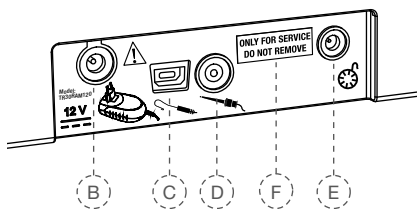

Fig. 3 Vedere din spate a racordurilor
Prin intermediul portului USB (fig. 3, F) se pot instala actualizări ale software-ului, respectiv se pot realiza lucrări de întreținere. Acest port servește exclusiv personalului de service autorizat și, la livrare, este acoperit cu eticheta "ONLY FOR SERVICE DO NOT REMOVE" (numai pentru service – nu îndepărtați). Eticheta trebuie îndepărtată numai de personalul de service.
3. Conectați cablul încărcătorului de rețea la priza de racordare (fig. 3, B) de pe partea din spate a aparatului.
8. Introduceți cablul întrerupătorului pedală în priza de racordare (fig. 3, E) de pe partea din spate a unității de comandă.
10. Conectați fișa cablului clemei labiale în priza de racordare (fig. 3, C) de pe partea din spate a unității de comandă.
12. Conectați fișa cablului clemei de ac în priza de racordare (fig. 3, D) de pe partea din spate a unității de comandă.